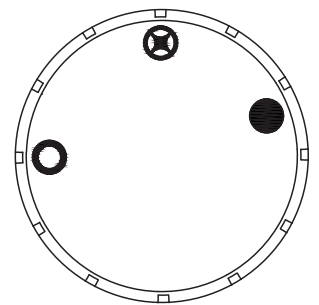

Fig. 22a
3. Presione la perilla de control suavemente y gírela  hacia la derecha a la posición "OFF" . (Ver Fig. 22a)
4. Espere cinco (5) minutos para que se vacíe todo el gas. Luego huela en busca de gas, incluyendo cerca del piso. Si huele gas, ¡ALTO! Siga "B" en la información de seguridad anterior. Si no huele a gas, vaya al siguiente paso.